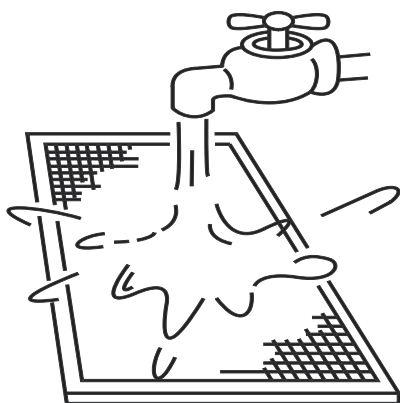

Рисунок 14.4
- Во время чистки водой приточная сторона фильтра должна быть направлена вниз. (См. Рисунок 14.4)